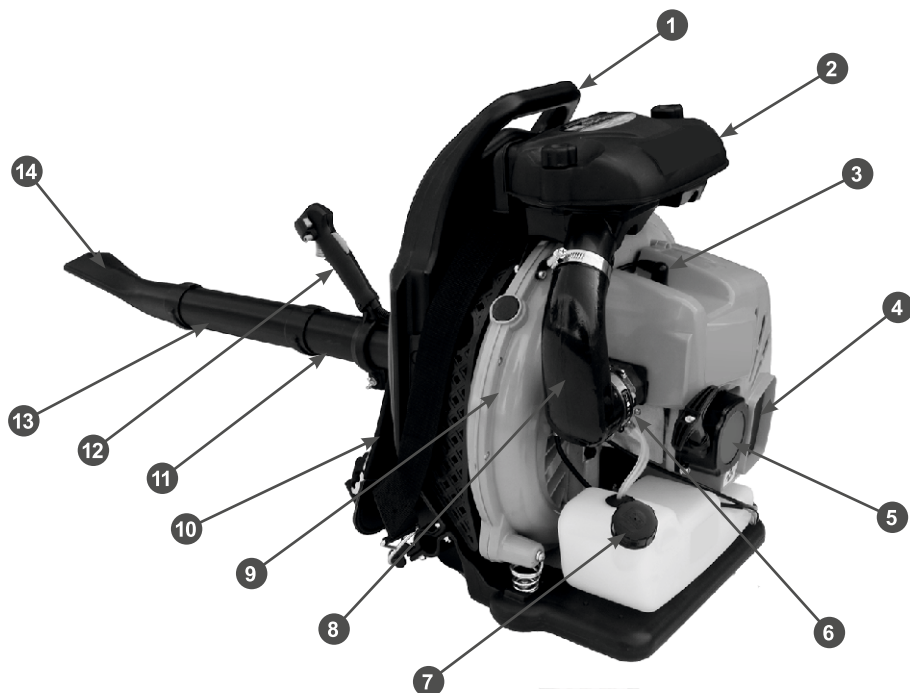

Рис. 1 Основные узлы и органы управления
Расположение основных узлов и органов управления воздухоудвки представлено на Рис. 1.
4. Медленно открутите крышку топливного бака 7 (Рис. 1).